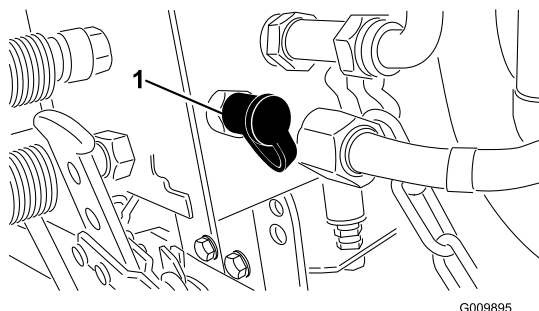

Bild 63
- Messen Sie mit dem Testanschluss Nr. 3 (Bild 63) den Spindelkreisdruck.